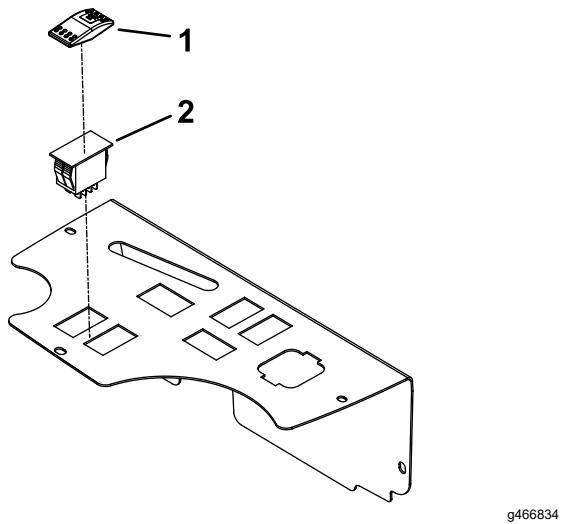

Figura 2
5. Instalação do interruptor do farol e do interruptor basculante (Rocker) (Figura 2).